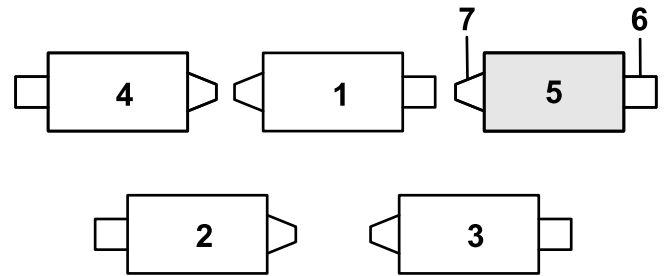

Figure 12
1. Si la goupille fendue est placée dans le trou arrière de la tige du ressort de compensation, retirez-la et insérez-la dans le trou près du support (Figure 12).